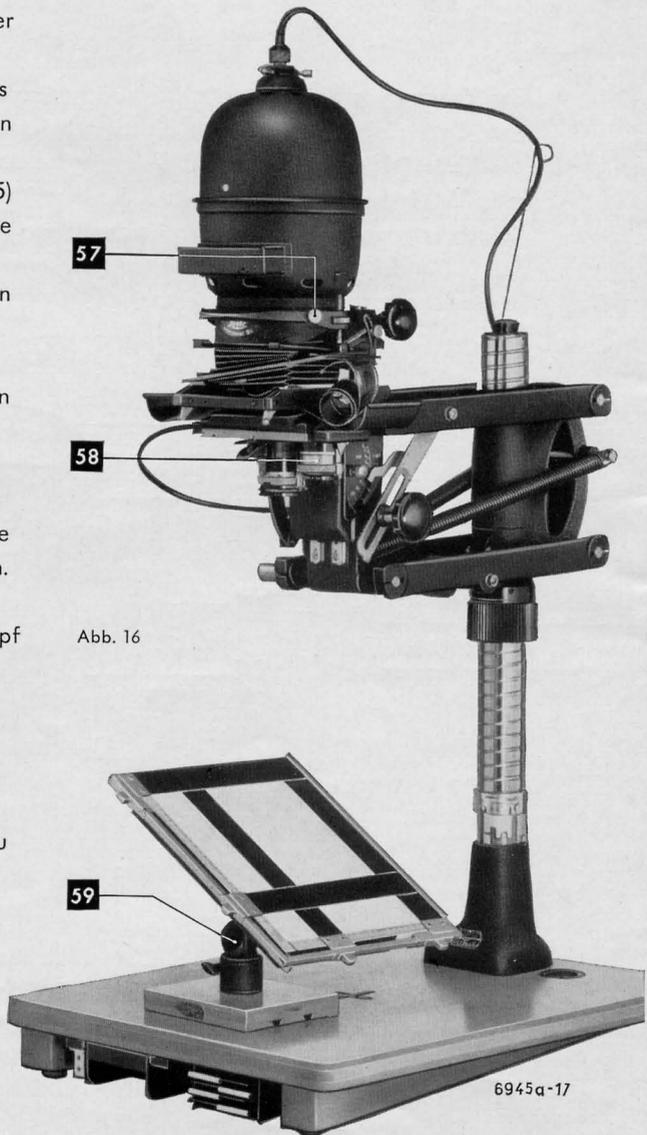

Abb. 16
Die Entzerrungseinrichtung zum FOCOMAT IIc besteht aus einer Filmhalterschwenkvorrichtung (52), unterem (53) und oberem (54) Balgen, einer Doppelglasplatte als Filmhalter (55) und einem Gelenkstück (56 – Abb. 16) mit Grundplatte.
Die endgültige Scharfeinstellung geschieht von Hand mit dem gerändelten Objektivestellungring (58 – Abb. 16).